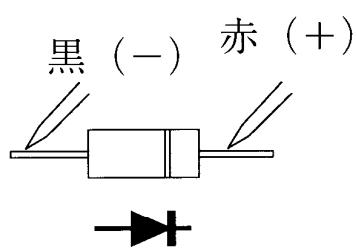

図2
2. 図2に示す極性のように接続をした場合には、ダイオードの逆接続のチェックを行います。ダイオードが正常の場合には、“1___”と表示されます。ダイオードが不良の場合には、“_000”（または、別の数値）が表示されます。